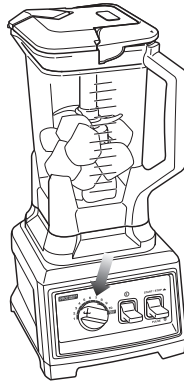

Fig. 7
- 11 Cuando haya alcanzado la consistencia deseada, reduzca lentamente la velocidad y apague la unidad empujando la palanca Start/Stop/Pulse hacia arriba y espere a que deje de girar la unidad de cuchillas. (Fig. 7)